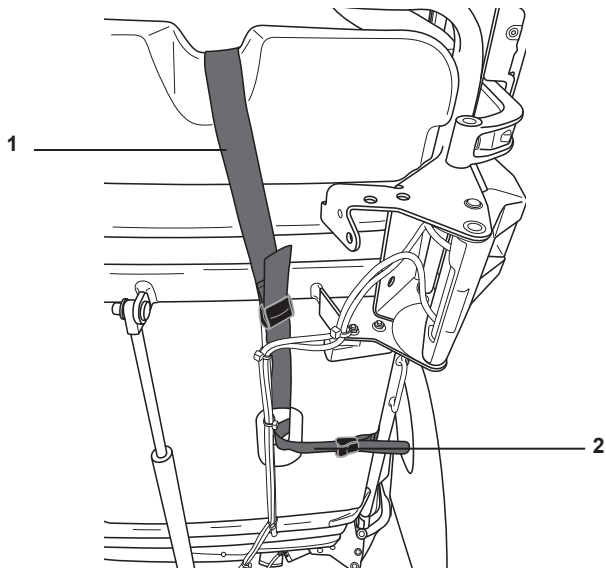

Рис. 9. Присоедините ремешки матраса к подвижной секции каркаса
7. Вставьте ремни 1 и 2 в отверстие в секции спины и стяните вместе, как показано на рис. 9. Застегните ремешки. Оберните оба конца ремешков вокруг поперечного элемента каркаса и застегните ремешки. Повторите действия на другой стороне матраса.